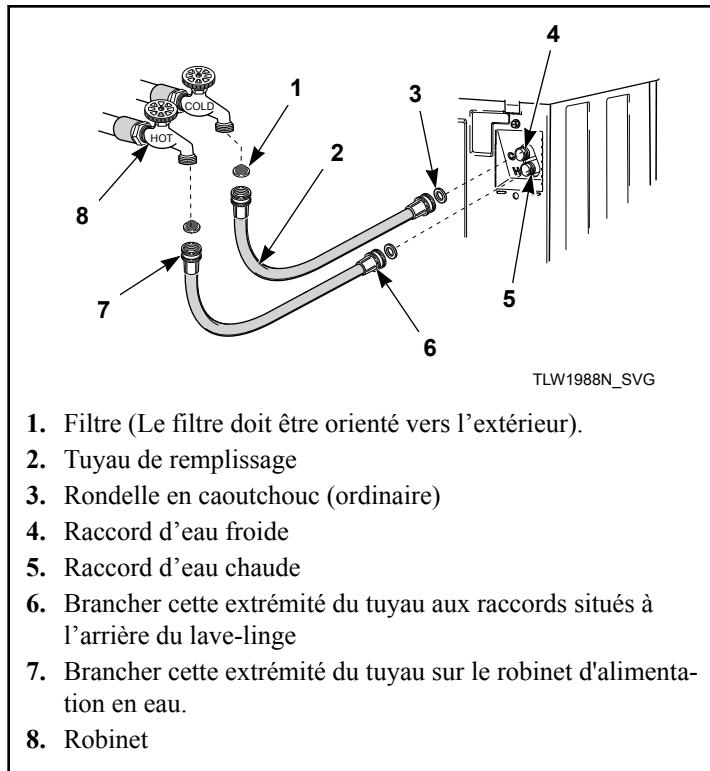

Figure 4
2. Les insérer dans chaque extrémité des flexibles de remplissage comme illustré à la *Figure 4*. Le filtre doit être tourné vers l'extérieur.
5. Visser les raccords à l'autre extrémité des flexibles sur les vannes-mélangeuses d'eau et les serrer à la main. S'assurer de raccorder le flexible avec le marqueur rouge à la vanne-mélangeuse marquée avec un « H » et de raccorder le flexible avec le marqueur bleu à la vanne-mélangeuse marquée avec un « C ». Se reporter à la Figure *Figure 4*.